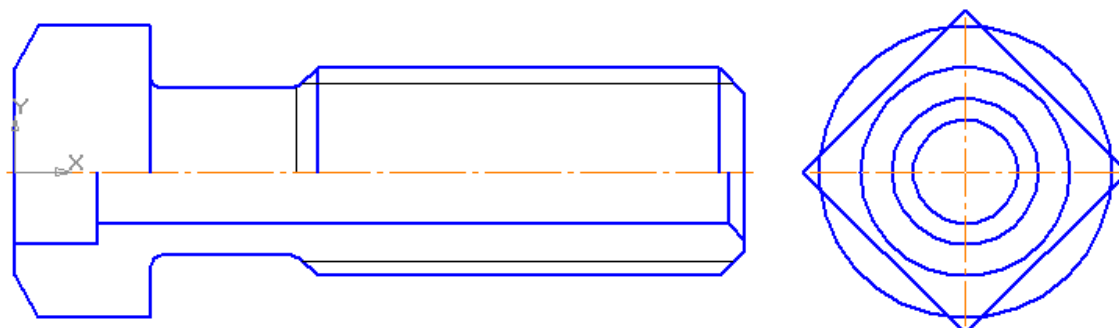
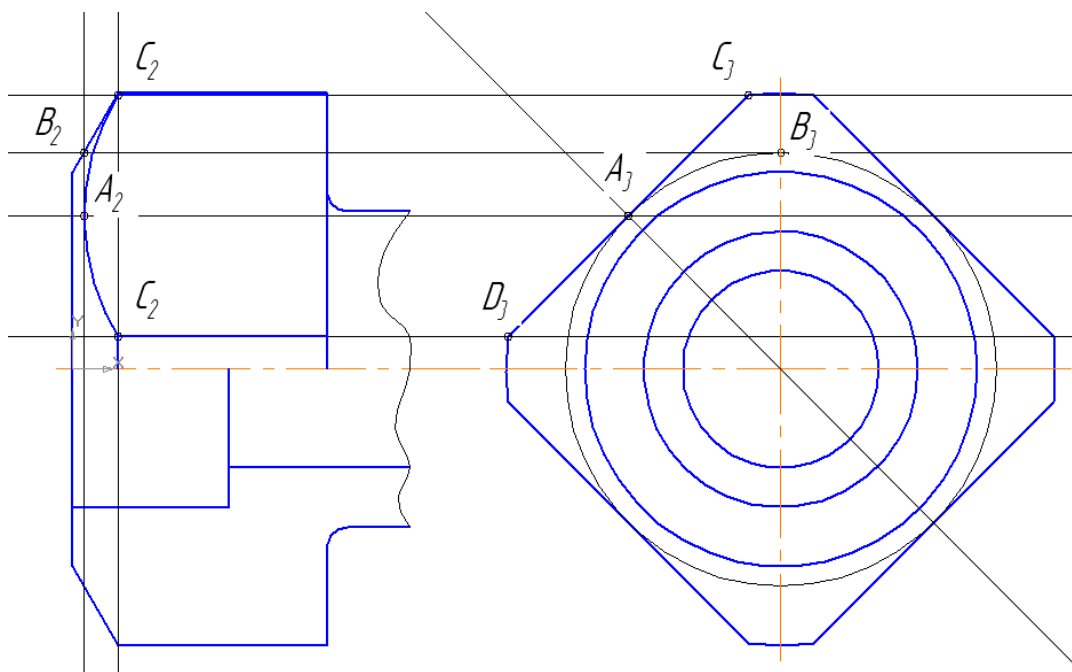

Рис. 88
Рис. 89
3. На виде слева постройте правильный квадрат (по вписанной окружности,  $R11$ , угол «45») и четыре окружности. Для построения четырех концентрических окружностей после вызова команды **Ввод окружности**  укажите положение общего для всех четырех окружностей центра и нажмите кнопку **Запомнить состояние** . После этого введите последовательно значения радиусов окружностей, рис. 88. Командой **Усечь кривую**  на панели **Редактирование**  удалите лишние линии, рис. 89.
4. Выполните на главном виде проекции ребер призмы и линии пересечения призматической и конической поверхностей. Для этого командой **Горизонтальная прямая** (вспомогательная)  определите проекции ребер призмы, рис. 89. Командой **Вертикальная прямая**  определите длину ребер, рис. 89. На рис. 89 показано построение дуг гипербол на боковых гранях призмы, образующихся при сечении конуса (фаски) и призмы. Они заменены дугами окружностей, определяемыми каждая тремя точками.